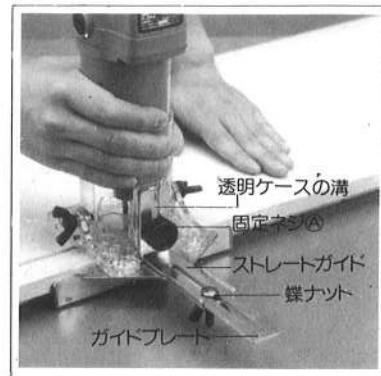

図13
- ストレートガイドの位置は、蝶ナットをゆるめて調整してください。(図13参照)